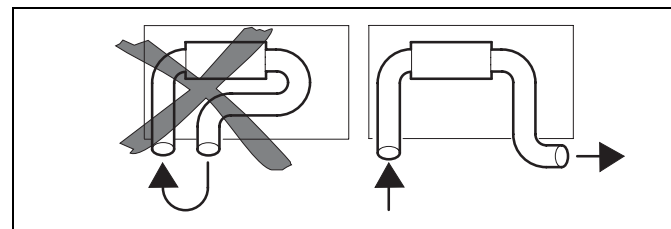

Fig. 7 Inntak og utslipp av varmluft
- At varmeren ikke suger inn varmluft fra sin egen utblåsning (fig. 7)